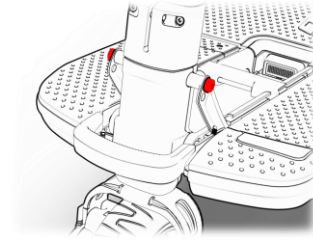

Figura 26 Tornillos de ajuste del ángulo de la caña del timón
1. Su ATTO debe estar en una posición abierta para ajustar el ángulo del timón. Una vez abierto, ubique y suelte los dos tornillos Allen (hexagonales) (vea resaltado en rojo en la Figura 26). Asegúrese de mantener el timón en posición vertical (debe sujetar el timón para evitar que se caiga mientras suelta los tornillos).